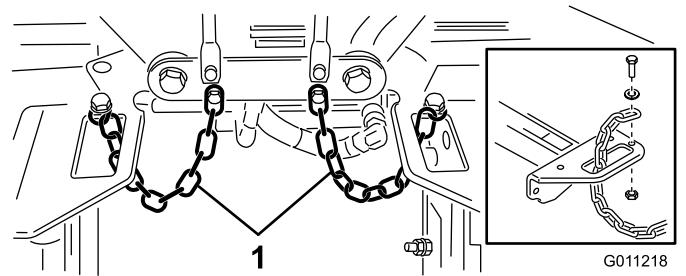

Figura 23
4. Pase una cadena de volteo por la ranura situada en el extremo de cada bastidor de tiro. Sujete la cadena de volteo a la parte superior del bastidor de tiro con un perno, una arandela, y una contratuerca (Figura 23).